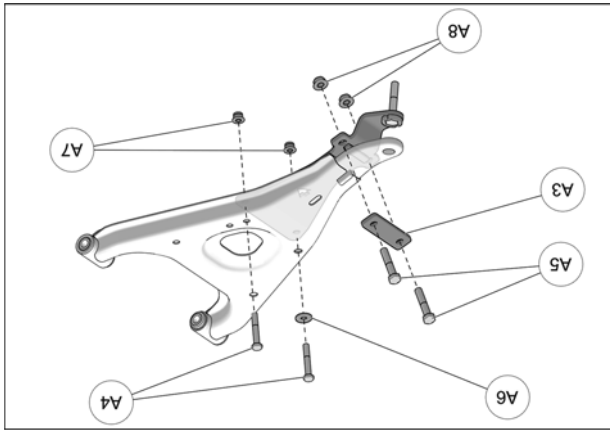

Fig. 18
11. Placer le couvert (A3) sur le bras de suspension et aligner les trous du couvert et de l'ancrage. Insérer les boulons M10x55mm (A5) par le dessus. Assembler ces deux parties avec les écrous (A8). Insérer les boulons M8x55mm (A4) par le dessus; la rondelle (A6) est installée sur le boulon inséré vers l'arrière du véhicule. Assembler avec les écrous (A7). Serrer les écrous M10 à 50 N•m [37 lb•pi] et les écrous M8 à 25 N•m [18 lb•pi]. Fig. 18